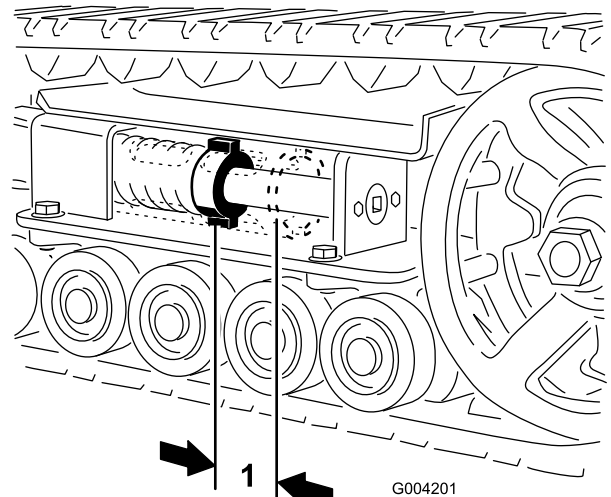
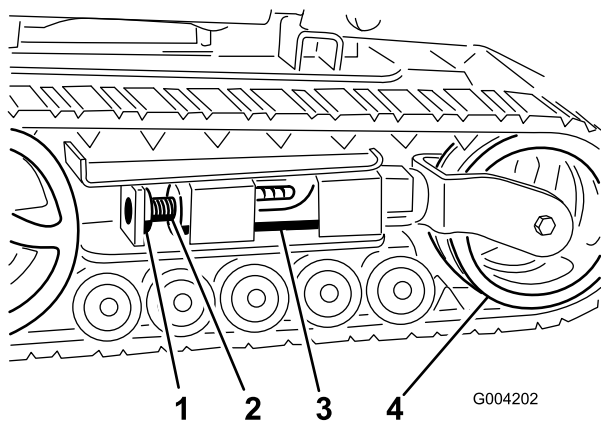
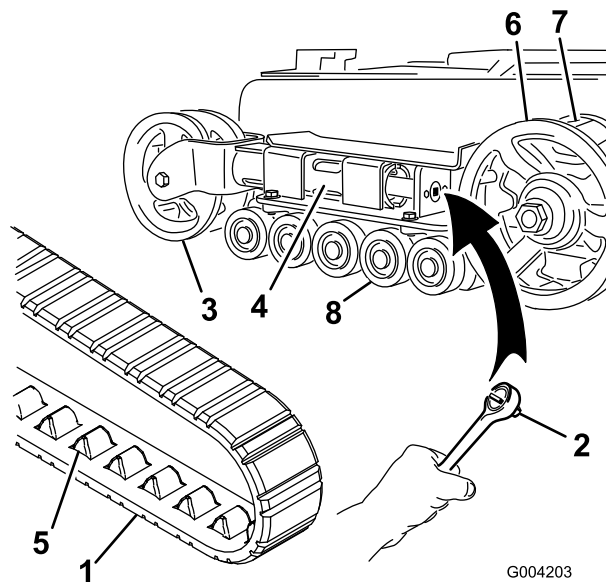
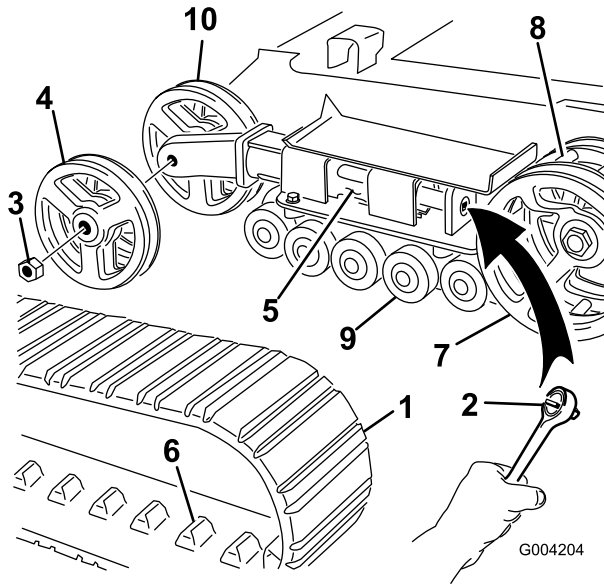

Figura 44
Figura 45
Figura 46
Figura 47
Deve esserci uno spazio di 7 cm tra il dado di tensionamento e la parte posteriore del tubo di tensionamento (Figura 44). In caso contrario, regolare la tensione dei cingoli eseguendo la procedura di seguito riportata:
3. Togliere il bullone di bloccaggio e il dado (Figura 45).
4. Utilizzando una chiave a tubo da 1/2 pollice (Figura 46), girare la vite di tensione in senso antiorario fino a portare la distanza tra il dado di tensione e la parte posteriore del tubo di tensione (Figura 44) a 7 cm.
5. Allineare l'intaglio più vicino della vite di tensione al foro del bullone di bloccaggio e fissare la vite con il bullone di bloccaggio e il dado (Figura 45).
4. Utilizzando una chiave a tubo da 1/2 pollice, scaricare la tensione girando la vite di tensione in senso orario (Figura 45 e Figura 46).
5. Spingere la ruota di tensione verso il retro dell'unità in modo da spostare il tubo della forcella contro il telaio (Figura 46). (se non riesce a toccare il telaio, continuare a girare la vite di tensione fino ad ottenere il contatto).
7. Dopo avere liberato il cingolo dalla ruota di tensione, toglierlo dalla ruota conduttrice e dalle ruote non motrici (Figura 46).
8. Avvolgete il nuovo cingolo iniziando dalla ruota conduttrice e controllando che i denti del cingolo si alloggino tra i distanziali della ruota stessa (Figura 46).
9. Spingere il cingolo sotto e tra le ruote non motrici (Figura 46).
11. Girare la vite di tensione in senso antiorario fino a portare la distanza tra il dado di tensione e la parte posteriore del tubo di tensione (Figura 44) a 7 cm.
4. Utilizzando una chiave a tubo da 1/2 pollice, scaricare la tensione girando la vite di tensione in senso orario (Figura 45 e Figura 47).
5. Spingere la ruota di tensione verso il retro dell'unità in modo da spostare il tubo di tensione contro il telaio (Figura 47). (se non riesce a toccare il telaio, continuare a girare la vite di tensione fino ad ottenere il contatto).
6. Togliere il dado di fissaggio della ruota di tensione esterna e rimuovere la ruota (Figura 47).
7. Togliere il cingolo (Figura 47).
8. Togliere il dado di fissaggio della ruota di tensione interna e rimuovere la ruota (Figura 47).
12. Montare la ruota di tensione interna e fissarla con il dado tolto in precedenza (Figura 47).
14. Montate il nuovo cingolo, accertandovi che gli attacchi del cingolo si inseriscano tra i distanziali al centro della ruota conduttrice (Figura 47).
15. Montare la ruota di tensione esterna e fissarla con il dado tolto in precedenza (Figura 47).
17. Girare la vite di tensione in senso antiorario fino a portare la distanza tra il dado di tensione e la parte posteriore del tubo di tensione (Figura 44) a 7 cm.